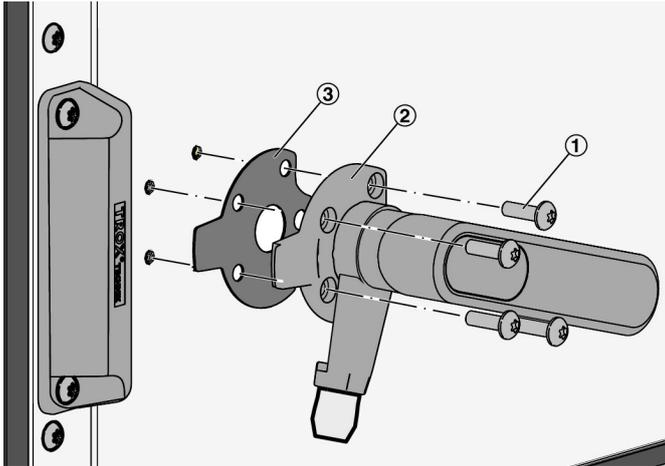

Abb. 40: Anpressdruck der Revisionsstür einstellen
8. ▶ Schrauben (Abb. 40 /1) der Verriegelung (Abb. 40 /2) lösen und die Ausgleichplatte (Abb. 40 /3) einlegen. In umgekehrter Reihen-folge wieder montieren und Schrauben festziehen.